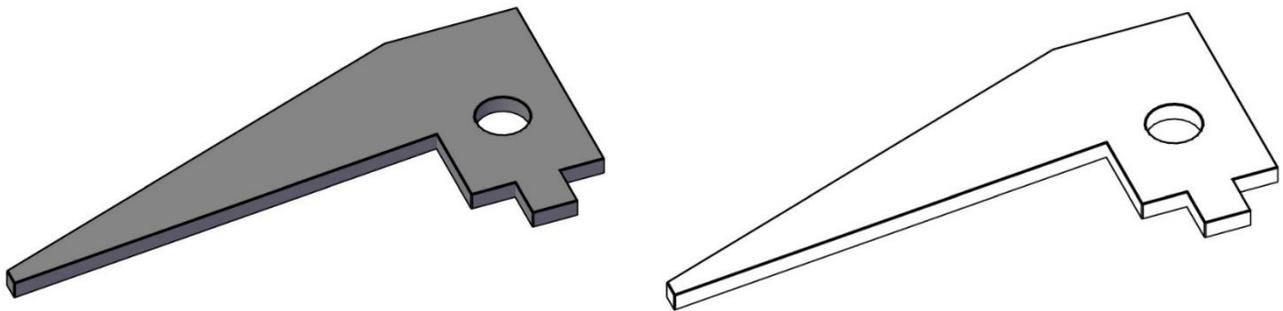
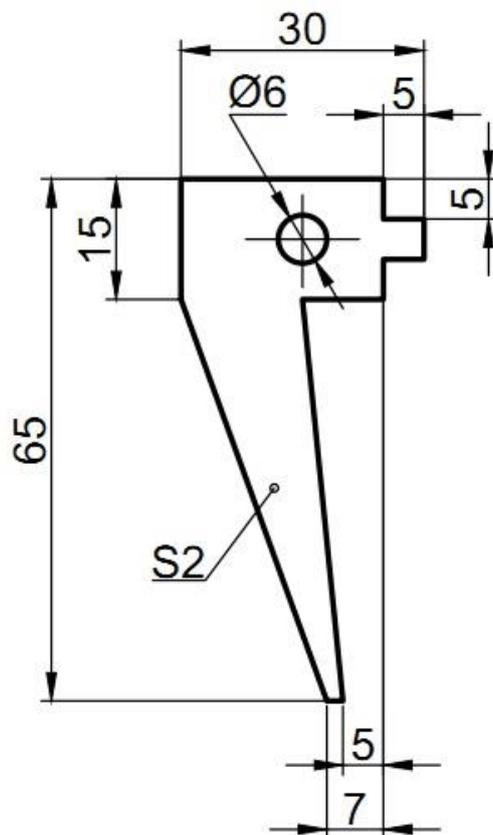

Рис. 1
Рис.2
1. По данному образцу (Рис. 1) и эскизу (Рис. 2) изготовить фиксатор для ручки;